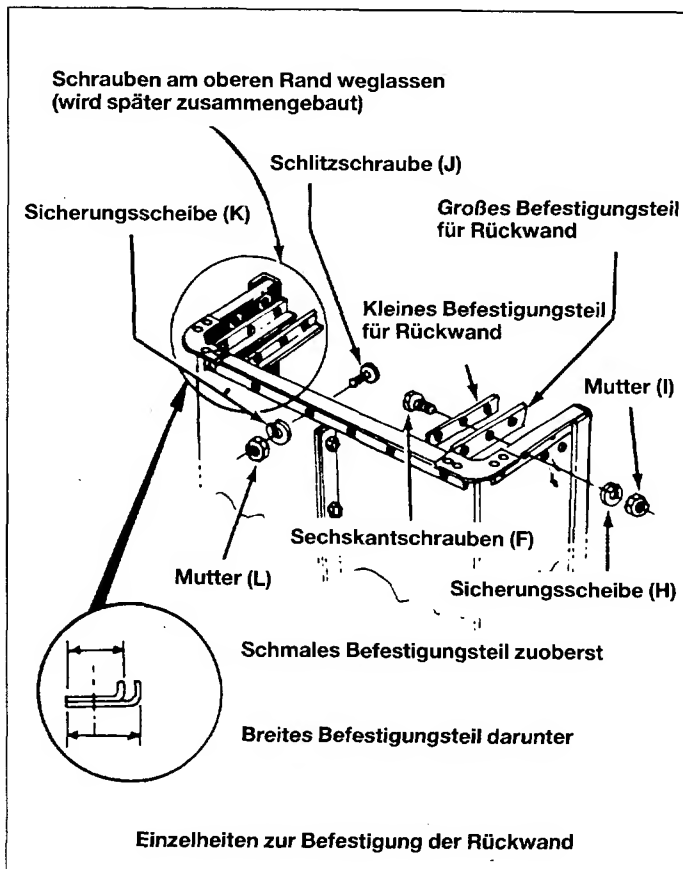

Bild 5
7. Das Befestigungsteil für die Rückwand (Z) über dem hinteren Teil des Wagens anbringen. Siehe Bild 5.
8. Die Schrauben (J) durch das Unterteil des Wagens und die Befestigungsbeschläge anbringen. Sicherungsscheiben (K) und Muttern (L) montieren. Nur diese leicht anziehen (die Schrauben werden von der Innenseite des Wagens montiert). Siehe Bild 5.
9. Die Beschläge (S) an die Rückwand montieren, so daß die Bohrungen parallel zur Rückwandverstärkung und den Wagenseiten laufen. Siehe Bild 5 zur genaueren Information.
10. Mit 6 Sechskantschrauben (F), Sicherungsscheiben (H) und Muttern (I) festschrauben. Siehe Bild 5.